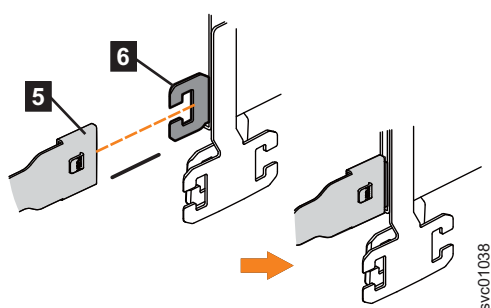

图 54. 将上部 CMA 的支撑导轨连接器连接到右侧支撑导轨上
4. 将上部 CMA 组合件上的支撑导轨连接器 (5) 连接到右侧支撑导轨上的连接器基座 (6) 上, 如图 54 中所示。